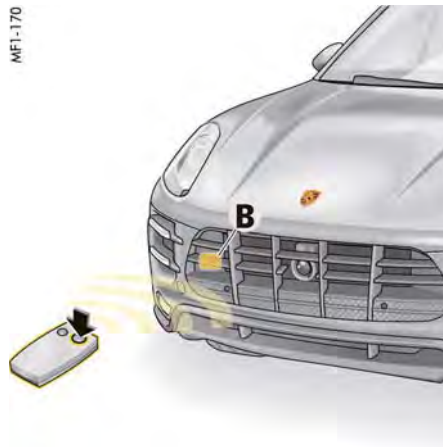

図52: 装置のリモート・コントロールを車両前方で持つ
4. 受信部（図52）から約20cmの位置で、装置のリモート・コントロールを保持してください。車両の方向指示灯が3回点滅するまで、またはオーバーヘッド・コンソールのインジケーター・ライト **A** が素早く点滅し始めるまで、送信ボタンを押し続けてください（場合によっては約1分以上）。
- 受信部（83ページ：図52）から約20cmの位置で、装置のリモート・コントロールを保持してください。車両の方向指示灯が3回点滅するまで、またはオーバーヘッド・コンソールのインジケーター・ライトAが素早く点滅し始めるまで、送信ボタンを押し続けてください（場合によっては約1分以上）。新しい信号のプログラミングが完了すると、車両の方向指示灯が3回点滅し、インジケーター・ライトAが素早く点滅します。車両と装置のリモート・コントロールの距離を変えて、数回実行しなければならない場合があります。